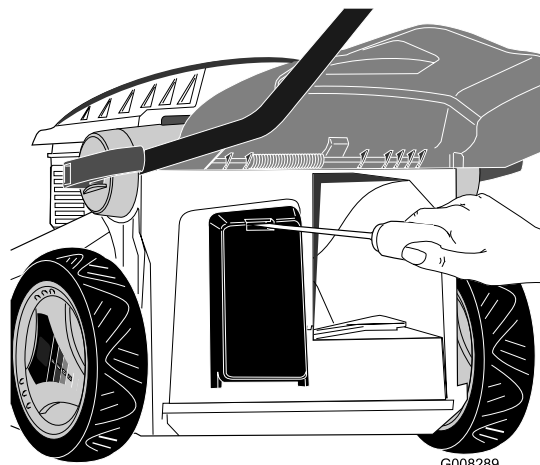

Figure 23
1. Ouvrez le couvercle du bac à batterie (Figure 23).